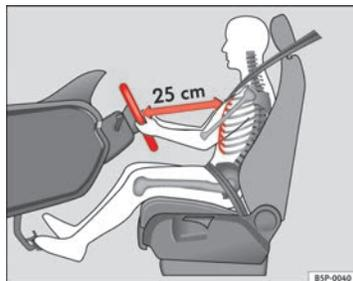

Fig. 1 Distância correcta entre o condutor e o volante
- Ajustar o volante de modo a que a distância entre o volante e o tórax seja de pelo menos 25 cm ⇒ Fig. 1.
- Regule o banco do condutor de modo a assegurar uma distância mínima de 25 cm entre o tórax e o centro do volante ⇒ Fig. 1. Se essa distância for inferior a 25 cm, o sistema de airbags não poderá protegê-lo convenientemente.